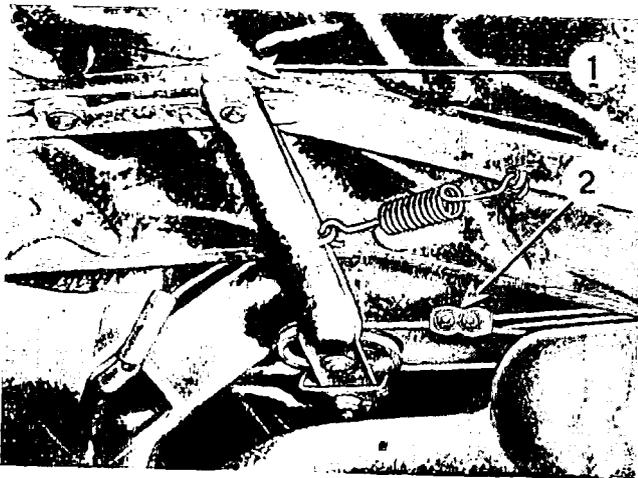

Abb. 7. Kürzung des Seilzuges der Handbremse
Bohrung an der Zugstange in Richtung nach vorne (Abb. 7). Eine größere Nachstellung wird durch Kürzung des Seilzuges an der Klemme (2) und ferner an den Bremsbacken vorgenommen.